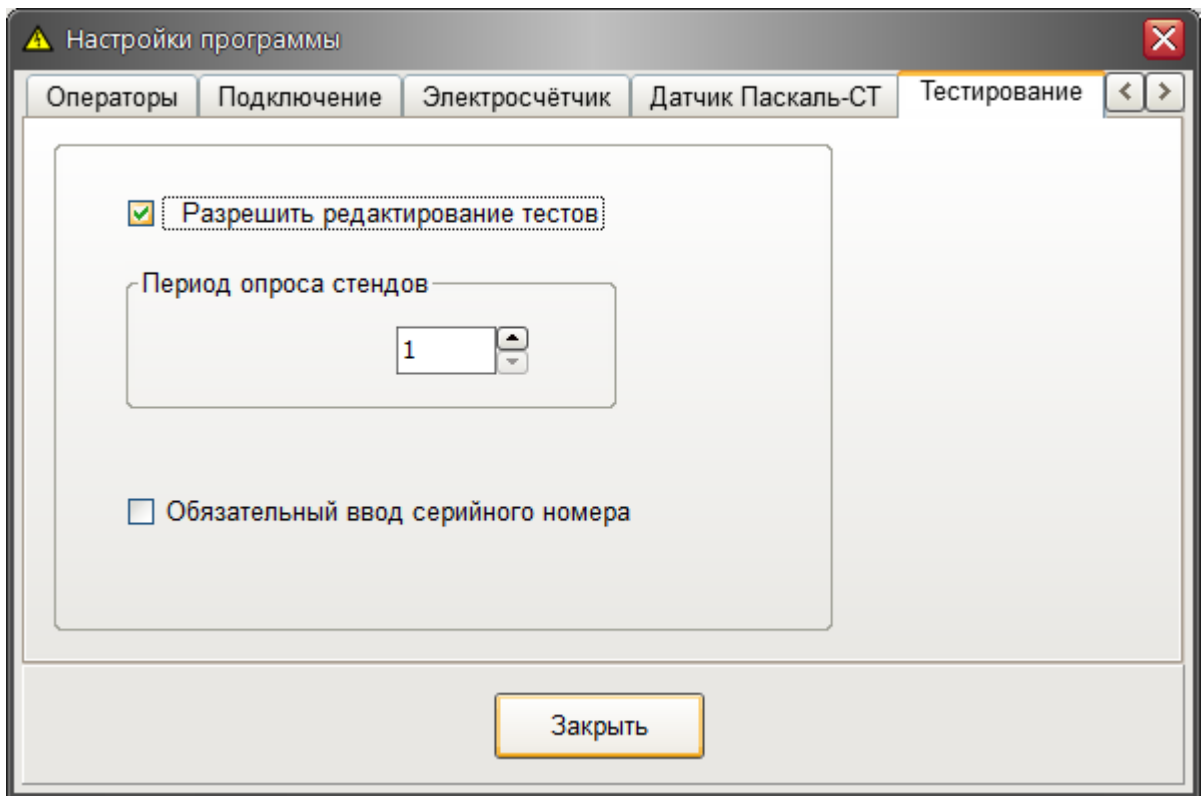

Рисунок 11 – Ввод периода опроса шкафа СЭБ-2
11. На вкладке «Тестирование» (рисунок 11) указать период считывания программой информации со стенда в секундах (типовое 2 с).